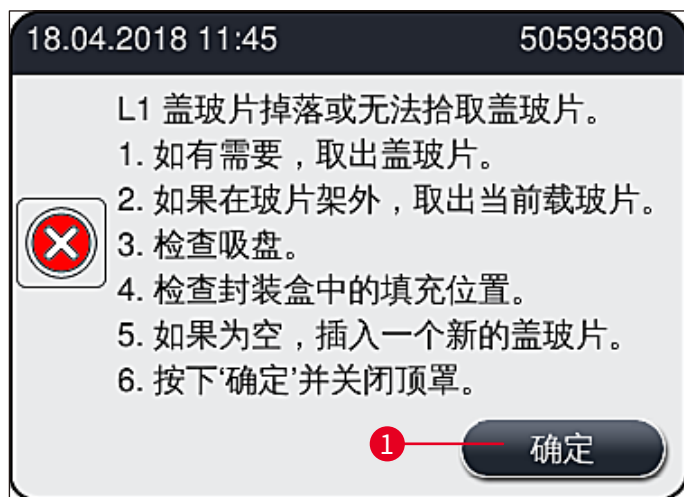

图 110
如果拾放模块在向载玻片传送的过程中掉落盖玻片,或如果拾放模块经过 3 次尝试仍无法从盖玻片封装盒中取出一张盖玻片,用户就会收到一条这种情况的错误消息通知(→图 110)。
- ① 如果显示该消息(→图 110),用户必须首先检查是否在向载玻片传送过程中掉落了盖玻片,或拾放模块是否无法从盖玻片封装盒中取出盖玻片。